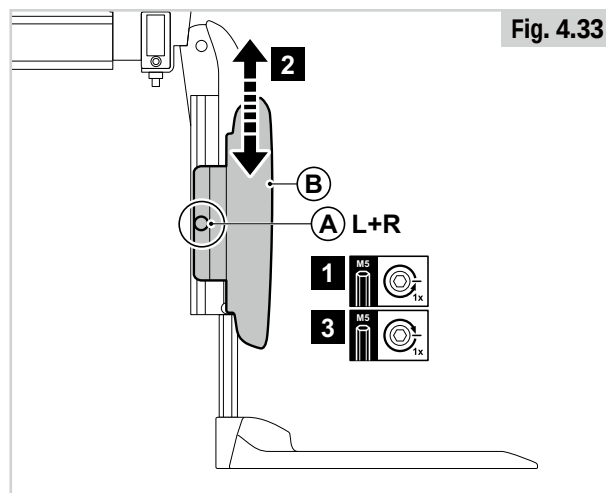

Fig. 4.33
Centralt vadstöd höjd (Fig. 4.33)
- Som med alla rörliga delar ska du vara försiktig så att du inte klämmer fingrarna, (Fig. 4.33).